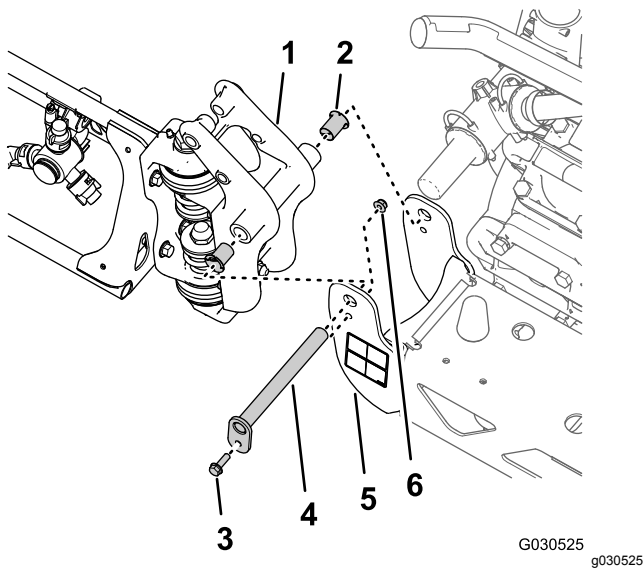

Figura 42
1. Retire el perno con arandela prensada (5/16" x 1") y la contratuerca con arandela prensada (5/16") que sujetan el pasador de giro al soporte de giro (Figura 42).
2. Retire el pasador de giro del soporte de giro de la sección de fumigación central y del acoplamiento de giro de la sección de fumigación exterior (Figura 42).
3. Separe la sección de fumigación exterior de la sección de fumigación central y retire la sección exterior de la máquina (Figura 42).
4. Retire los dos casquillos con brida de nylon del acoplamiento de giro de la sección de fumigación exterior (Figura 42).